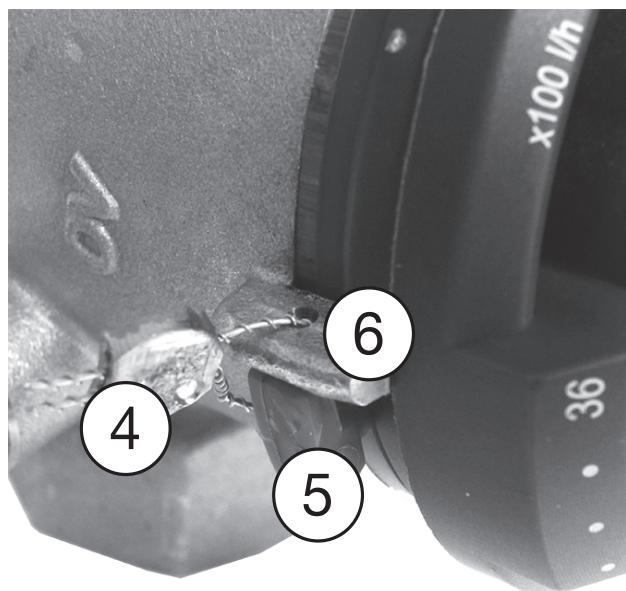

Bild 12: Säkra förinställningen
- 1 Ta bort blockeringsringen (3).
- 2 Tryck och vrid på handhjulet (2) tills börvärdesmarkeringen (1) pekar mot önskat flödesvärde (handhjulet snäpper sedan tillbaka i tandningen).
- 3 Sätt tillbaka blockeringsringen (3).
Alternativt kan blockeringsringen (5) tätas med tätningsatsen (4) (tillbehör, art.nr. 1089091) vid börvärdesmarkeringen (6) (siehe Bild 12)